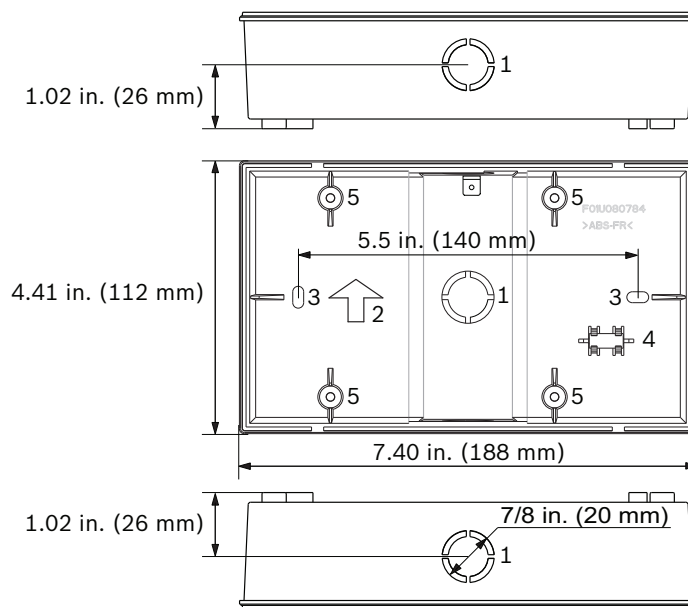

Figura 4.2 Caixa de base do Centro de Comando Remoto FMR-1000-RCMD
1. A caixa de base possui três orifícios com tampas removíveis para eletrodutos de 1/2 pol. de diâmetro, sendo um na parte traseira, um na parte inferior e um no topo (consulte a *Figura 4.2*, Item 1). The back box provides three knockouts for 1/2 in. Para obter um orifício perfeito, remova a sua tampa pelo lado interno da caixa.
2. Instale a caixa de base com a seta voltada para cima (consulte a *Figura 4.2*, Item 2).
3. Use a caixa de base como gabarito para marcar o local dos furos de instalação (consulte a *Figura 4.2*, Item 3). Prepare uma abertura na superfície de instalação para o cabeamento. Preposicione os parafusos. Não aperte os parafusos neste momento.
4. O nível de bolha integrado permite o nivelamento horizontal sem necessitar de ferramentas adicionais quando fixar a base (consulte a *Figura 4.2*, Item 4).
3. Passe o cabeamento através de um dos orifícios na base do Centro de Comando (instalação em superfície) ou da caixa elétrica (instalação embutida). Consulte a *Figura 4.2 na Página 34* para a localização da entrada do fio na caixa de base.
5. Para a instalação em superfície com caixa de base: Fixe a base. Utilize o nível de bolha para se certificar que a caixa de base está exatamente na horizontal. Consulte a *Figura 4.2 na Página 34*.